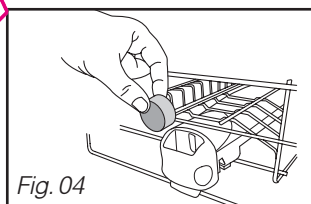

Fig. 04
- **Les pastilles "multifonctions" ou classiques (Fig 04 et 05)**
- Disposez la pastille dans le compartiment extérieur (Fig 04),